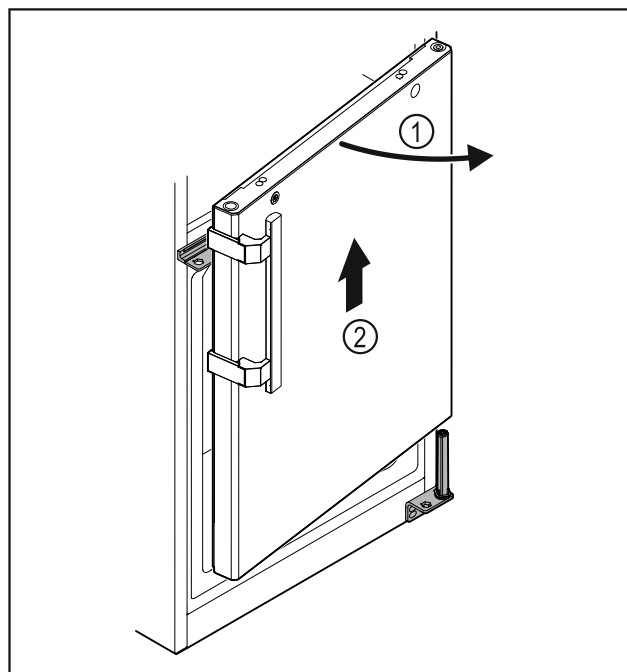

Fig. 35
- Ouvrir légèrement la porte, la soulever Fig. 35 (1) droite d'environ 200 mm (7.87 in) et la retirer Fig. 35 (2).